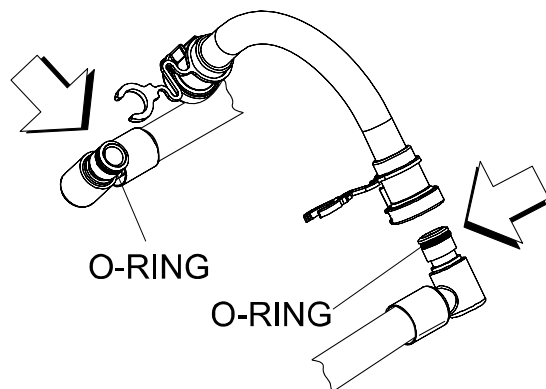

Figura 69
1. Lubrifique os anéis de vedação das conexões da linha de xarope com Lubrificante Taylor HP. (Veja a Figura 69.)